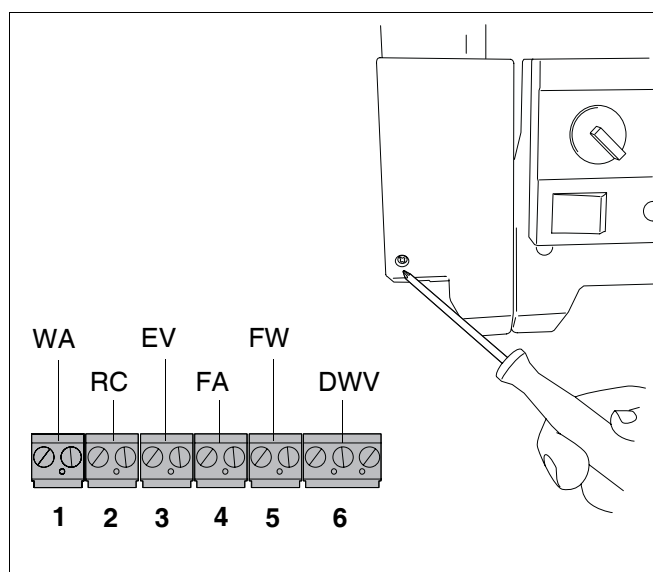

Bild 14 Anschlusskasten und Klemmleiste
- Schraube am Anschlusskasten lösen (→ Bild 14) und Deckel abnehmen.
- Ein-/Aus-Temperaturregler auf der Klemmleiste auf Position 1 anschließen (→ Bild 14, [1] – grün).
- Anschluss an der Klemme RC (→ Bild 14, [2], Seite 26 – orange) vornehmen.
- Bei raumtemperaturgeführter Betriebsweise oder Verwendung als Fernbedienung: das Regelgerät an die Klemme RC (→ Bild 14, [2], Seite 26 – orange) anschließen.
- Die Module werden extern montiert. Der Anschluss der Module erfolgt an Klemme RC (→ Bild 14, [2], Seite 26 – orange).
- Außentemperaturfühler an Klemmen FA (→ Bild 14, [4] – blau) anschließen.
- Warmwassertemperaturfühler an Klemmen FW (→ Bild 14, [5] – grau) anschließen.
- Kabel des externen Dreiwegeventils an der Klemmleiste (→ Bild 14, [6], Seite 26 – türkis) anschließen.